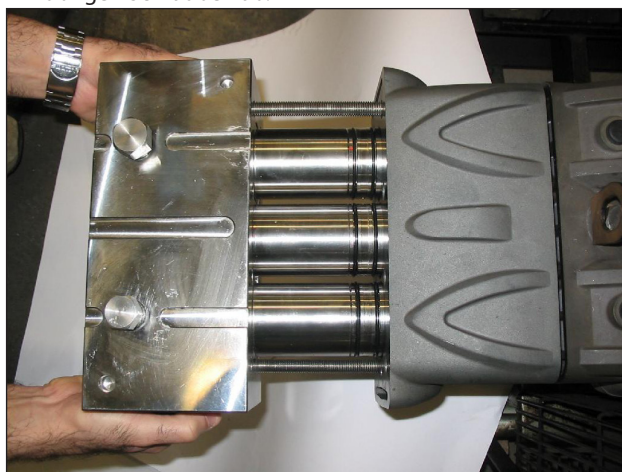
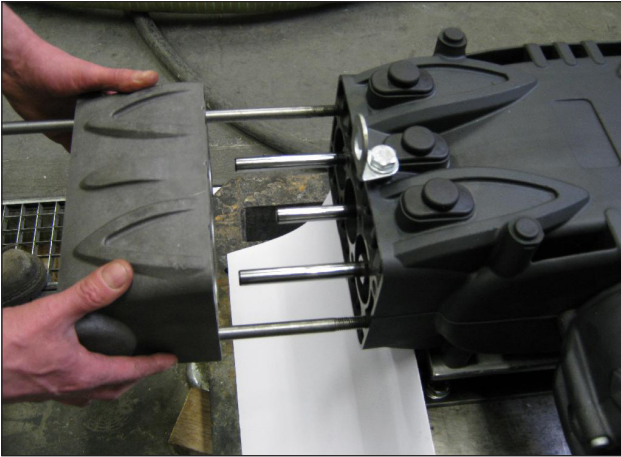

Abb. 37
Abb. 38
- Trennen Sie den Kopf und das Distanzstück der Buchsen vom Pumpengehäuse gemäß den Hinweisen in Abb. 37 und Abb. 38.
- Trennen Sie den Kopf und das Distanzstück der Buchsen vom Pumpengehäuse gemäß den Hinweisen in Abschn. 2.2.1 Abb. 37 und Abb. 38.